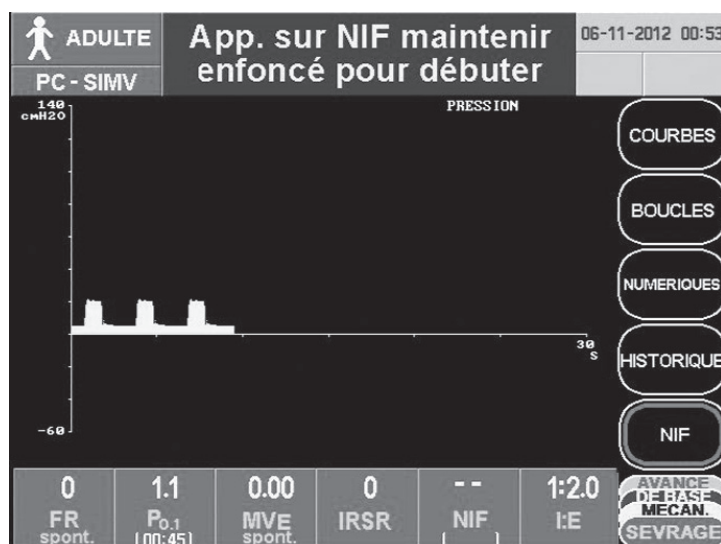

Figure 4-5. Écran principal indiquant l'emplacement de la touche NIF
3. Appuyez sur *NIF* pour activer la fonction. L'écran passera sur l'écran principal avec une forme de courbe de pression affichée. (Voir la Figure 4-5)